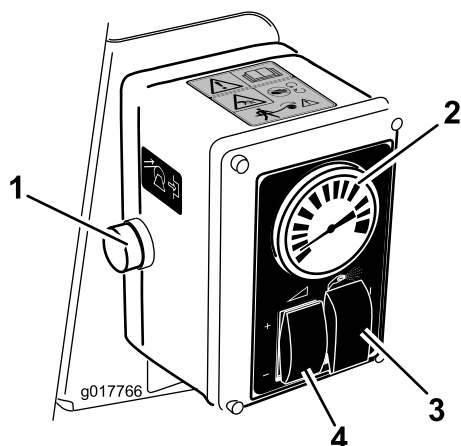

Рисунок 21
5. Установите переключатель режимов опрыскивания в положение ручного опрыскивания (Рисунок 21).
- Для увеличения или уменьшения давления регулируйте переключатель интенсивности опрыскивания и дроссельную заслонку до тех пор, пока на манометре не установится нужное значение (Рисунок 21).